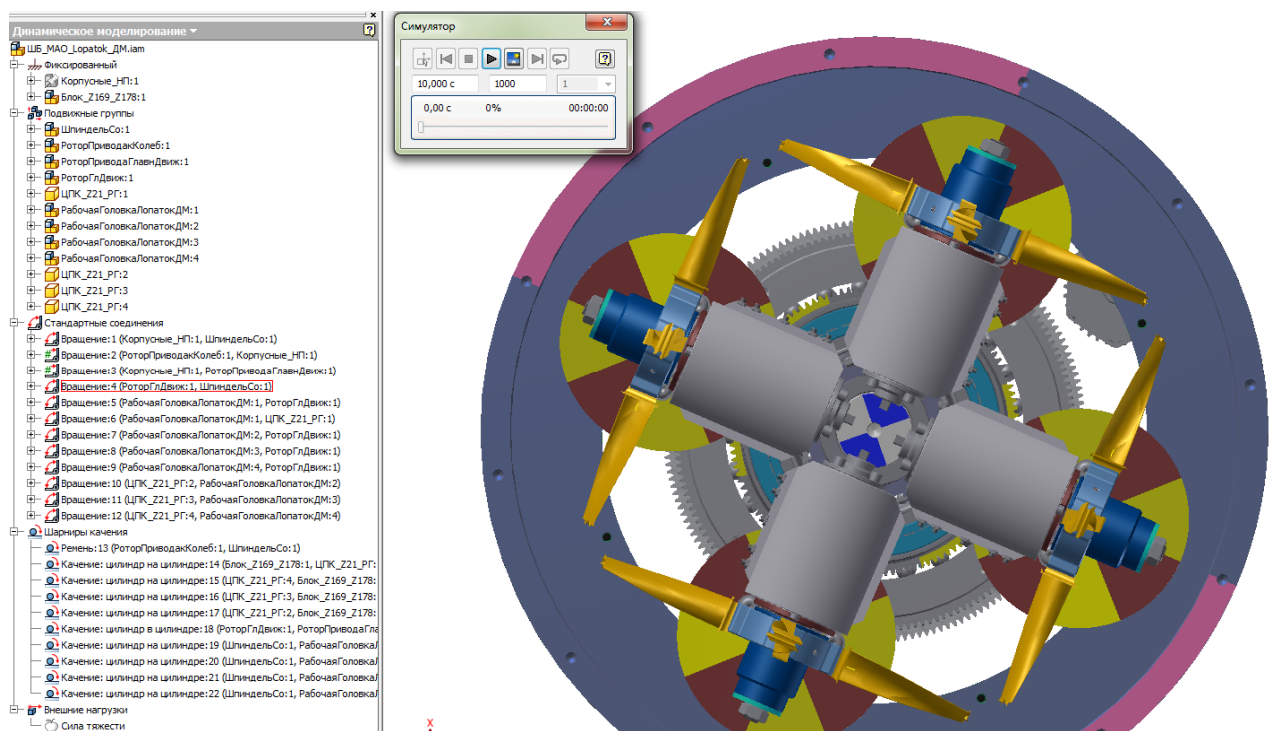

Рис. 6.5. Модель шпиндельної бабки верстата MAOLop-03 у модулі динамічного моделювання
- для спрощення спостереження за напрямками руху вузлів деякі поверхні їхніх деталей поділені на сегменти і відокремлені різним кольором (рис. 6.5).